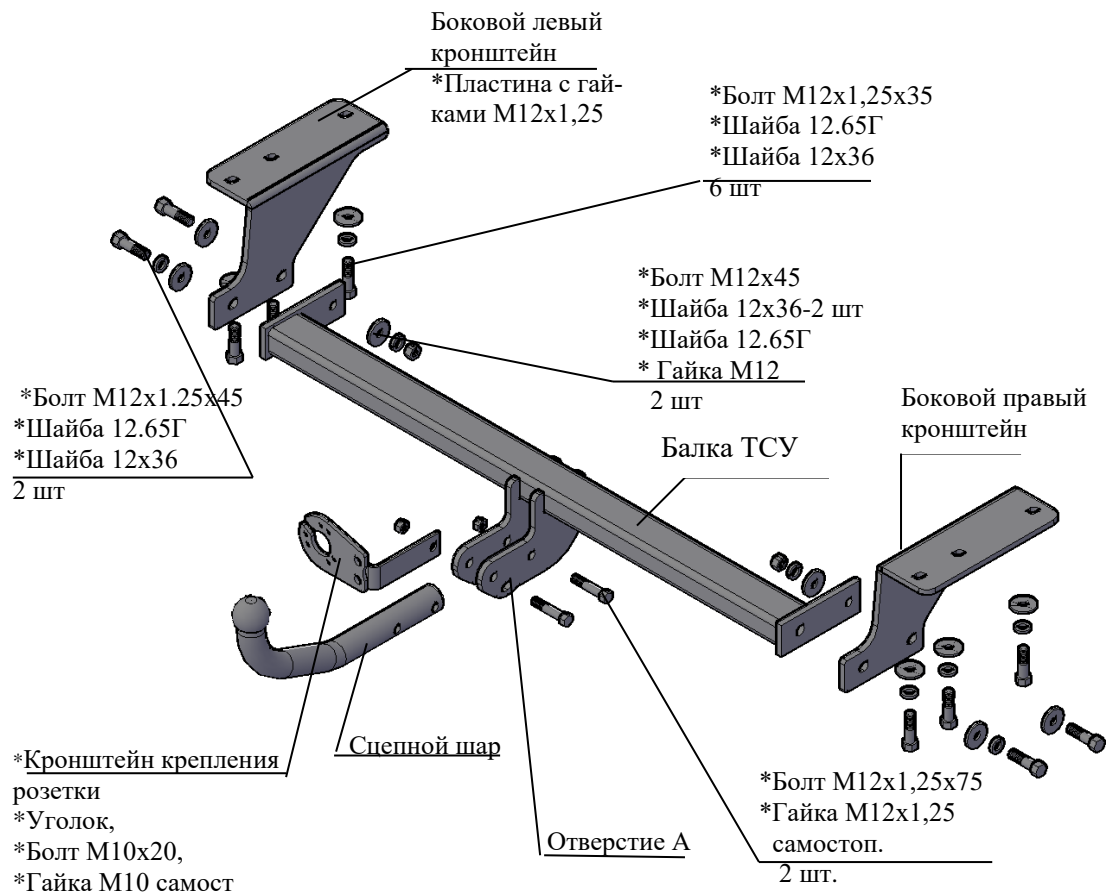

Рис.1 Тягово-сцепное устройство 7713.
2.1 ТСУ 7713 в сборе (рис.1)	1 шт.
2.2 Пакет с комплектующими (см. рис.1)	1 шт.
4.3 В левый лонжерон вставить пластину 115х40х4 (на рис.1 условно не показана) с двумя приварными гайками (только для Ниссан Х-Трейл). Установить боковой правый и левый кронштейны ТСУ к нижним полкам лонжеронов а/м, используя болты М12х1.25х35 и гайки штатные (для Ниссан Х-Трейл в левом лонже-